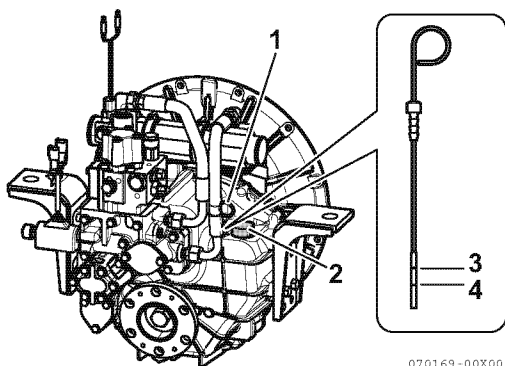

Figura 8
2. Retire a tampa do bocal de enchimento (**Figura 8, (2)**) na parte superior da caixa.
3. Remova a vareta do óleo (**Figura 8, (1)**) e limpe com um pano limpo.
5. Retire a vareta. O nível de óleo deve ficar entre as linhas superior (**Figura 8, (3)**) e inferior (**Figura 8, (4)**) da vareta do óleo.
3. Abasteça de óleo até ao limite superior na vareta (**Figura 8, (3)**) Ver *Especificações do óleo da transmissão marítima na página 32.*